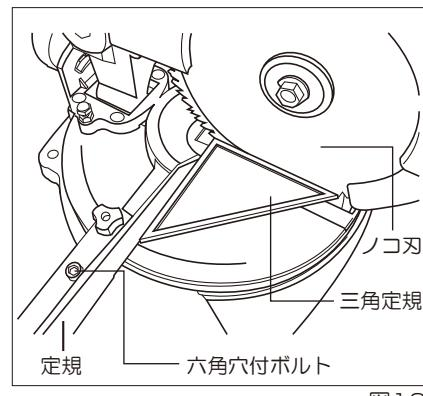

図12
- ③ハンドルを押させてストップアーマーで固定し、ノコ刃の側面と定規にかね尺、または三角定規を当て、ノコ刃と定規が直角になるように調整してください。(図12参照)
- ④定規が動かないように注意して六角穴付ボルト2本を締め付けてください。